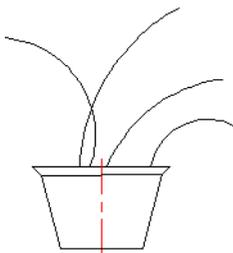
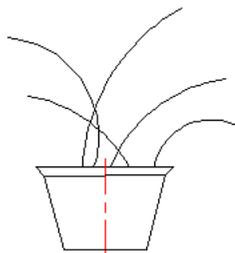

图 17.7.13 绘制圆弧 4
图 17.7.14 绘制圆弧 5
Step12. 参照上一步依次创建通过 (21,0)，(17,31)，(-10,47) 的圆弧 4 (图 17.7.13)，通过 (34,0)，(20,16)，(-3,26) 的圆弧 5 (图 17.7.14)。